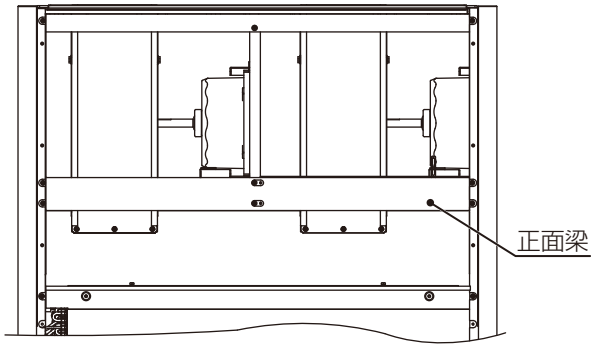

図 1
3. 正面梁を取外してください。[図 1] (座付ねじ：6本)